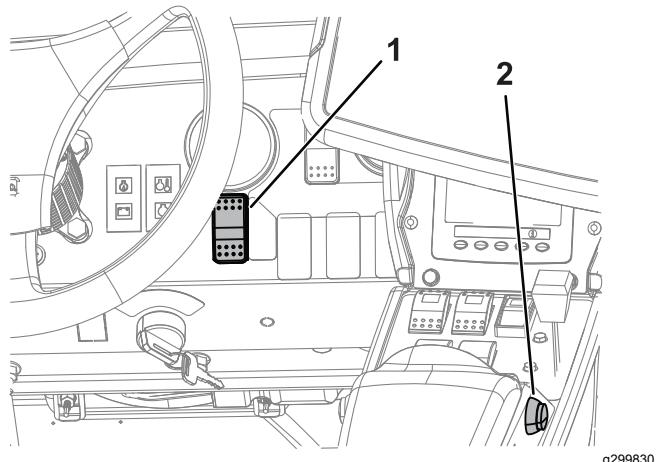
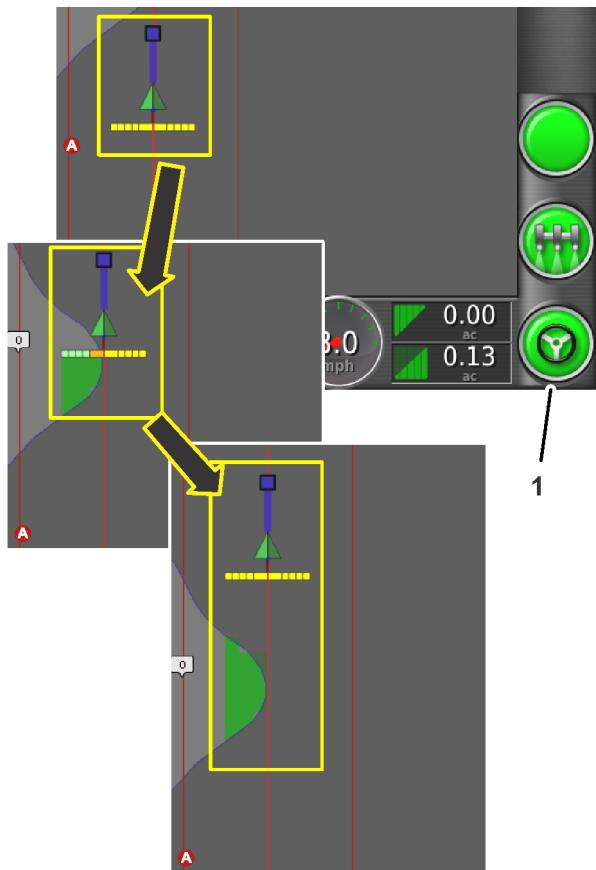

Figure 20
Figure 22
6. Appuyez sur l'icône de direction automatique en bas à droite de la console de commande (Figure 22) ou appuyez sur la commande d'engagement/désengagement de la machine (Figure 20).